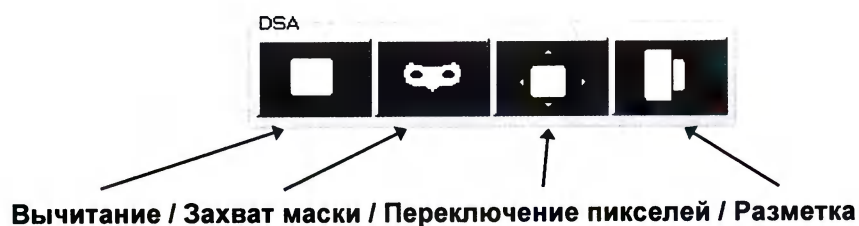

Рисунок 118
9.5.13.7.1 Функции постобработки для ангиоизображений активируются при помощи клавиш группы **DSA** (см. рисунок 118).